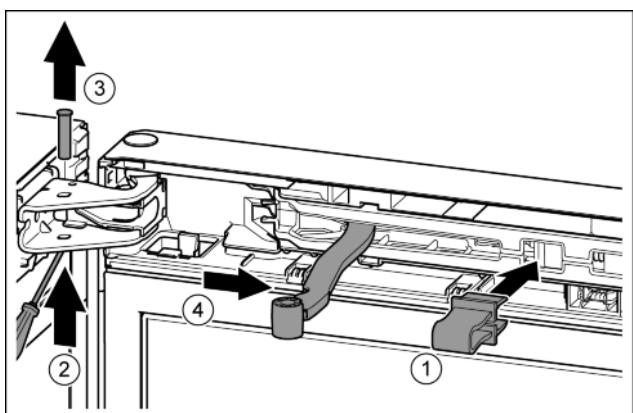

Fig. 9
- Зафиксировать предохранитель в отверстии. Fig. 9 (1)
- Выкрутить палец при помощи отвертки. Fig. 9 (2)
- Извлечь палец движением вверх. Fig. 9 (3)
- Повернуть шарнир в направлении двери. Fig. 9 (4)